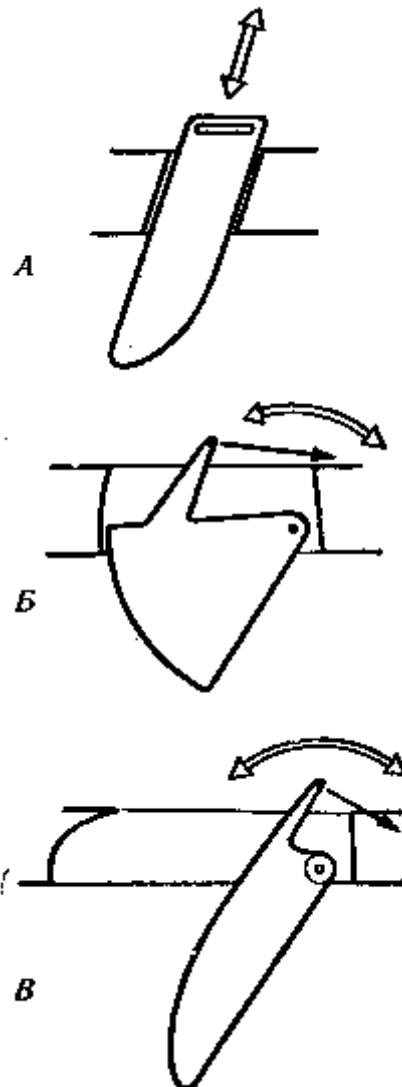

Рис. 33. Типы швертов:
**Кинжалный шверт** (рис. 33, а) вставляется в швартовый колодец, как кинжал в ножны, и передвигается в нем поступательно. Кинжалные шверты неудобны тем, что при задевании за мель их заклинивает в колодце.
**Секторный шверт** (рис. 33, б) имеет то преимущество, что при опускании его швартовая щель остается закрытой телом шверта, а за прямым швертом (рис. 33, в), когда он опущен, остается открытой швартовая щель, создающая добавочное сопротивление корпуса. С другой стороны, когда секторный шверт выбран, он сильно выходит за пределы колодца и мешает экипажу. Поэтому секторные шверты делают главным образом на небольших швертботах (например, класса «Финн»).
Для усиления эффекта перемещения центра бокового сопротивления применяют узкие, длинные, так называемые мечевидные шверты (рис. 33, в). Ими снабжено большинство современных швертботов. Часто для уменьшения сопротивления шверты профилируют, то есть в поперечном сечении придают им профиль симметричного крыла самолета. Они дают некоторый выигрыш в лавировочных качествах за счет меньшего сопротивления. Чтобы уменьшить сопротивление широкой щели на выходе швертового колодца в днище, щель для профилированного шверта снабжают сальниками из листовой резины: когда шверт выбран, сальники смыкаются и закрывают щель.